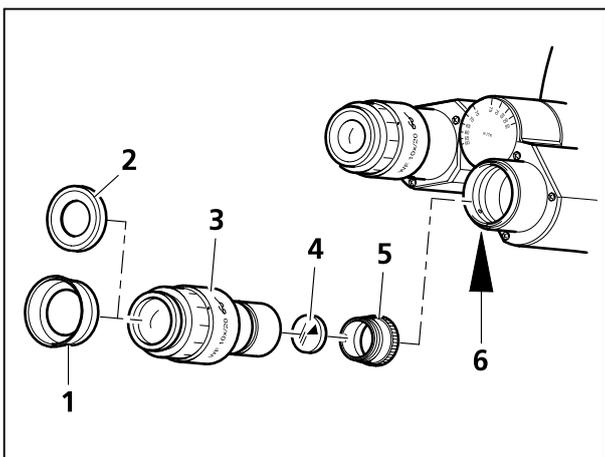

Figura 7 Inserción de la placa de indicación
Los oculares (Figura 7/3) están provistos de conchas oculares volvíbles de goma (Figura 7/1: extendida; Figura 7/2: vuelta al revés).
- Soltar el tornillo prisionero (Figura 7/6) en la unidad binocular desde abajo mediante la llave macho hexagonal SW 1 mm y sacar el ocular.
- Desenroscar el diafragma (Figura 7/5) manualmente del ocular.
- Insertar la placa de indicación (Figura 7/4) en el ocular (la cara recubierta está dirigida hacia el observador). Volver a enroscar el diafragma.
- Enfocar con precisión la marca cuneiforme de la placa de indicación mediante el anillo de ajuste del ocular (Figura 7/3).